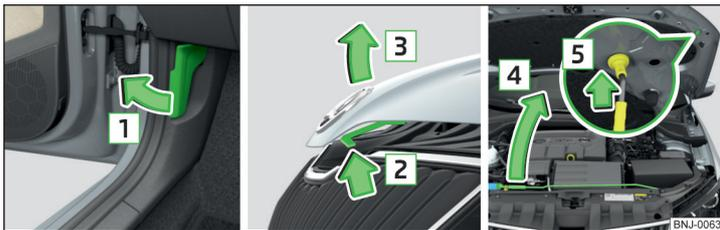

Fig. 165 Ouverture du capot
- Tirez sur la manette de déverrouillage en dessous du tableau de bord dans le sens de la flèche  » fig. 165.
N'ouvrez jamais le capot en utilisant la manette de déverrouillage » fig. 165.